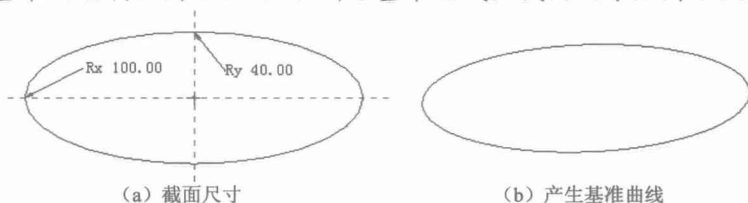

图1-31
1. 选择 TOP 基准面绘制如图 1-31 (b) 所示基准曲线，截面尺寸如图 1-31 (a) 所示。